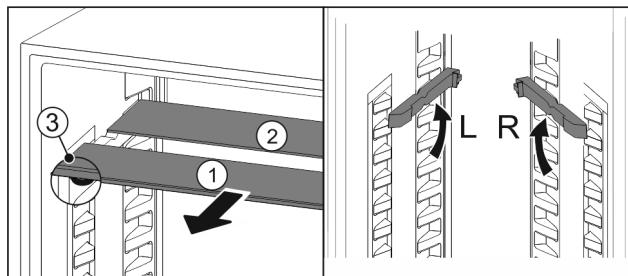

Fig. 31
- Vytiahnite sklené dosky jednotlivo dopredu Fig. 31 (1).
- Sklená doska Fig. 31 (1) s ozdobnou lištou leží vpred.
- Zarážky Fig. 31 (3) ukazujú nadol.